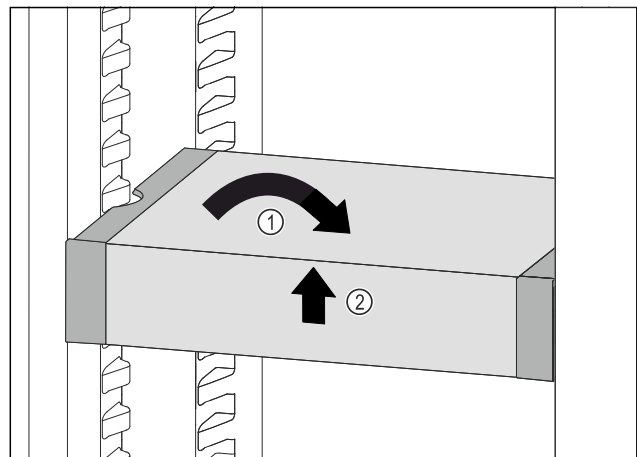

Fig. 179
- ▶ VarioSafe gerade stellen. *Fig. 179 (1)*
- ▶ VarioSafe vorne anheben. *Fig. 179 (2)*